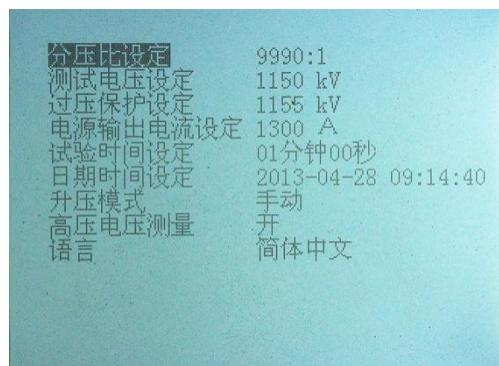

图 19 HMCXZW 变频电源装置菜单
- 6.6.4.1 通过启动控制箱面板上的【菜单】按钮，进入菜单。菜单显示如图 19 所示，菜单的选择由控制箱中的四个黄色的方向按钮来完成。当菜单选择完毕后，再次按动【菜单】按钮，即可退出菜单。在菜单状态下禁止启动变频电源装置，此时变频电源装置处于不受监控状态。启动变频电源装置后，菜单的功能也被禁止进入。只有在停止灯亮后才可以进行菜单操作。当发生故障时菜单将会被禁止操作，只有重新启动控制箱电源才能够再次进入菜单操作。